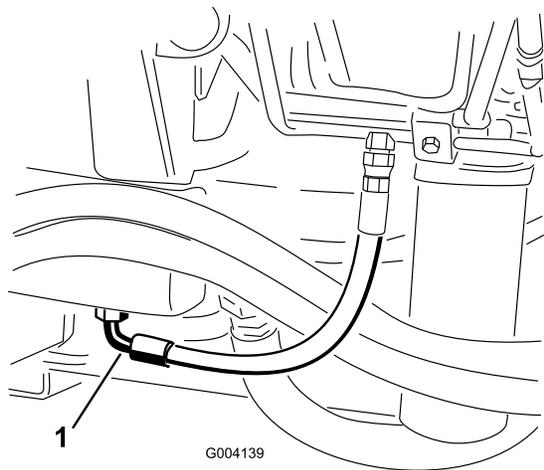

図 68
2. タンク 図 68 の下についているフィッティングの下に、オイルを受ける大型の容器を置く。